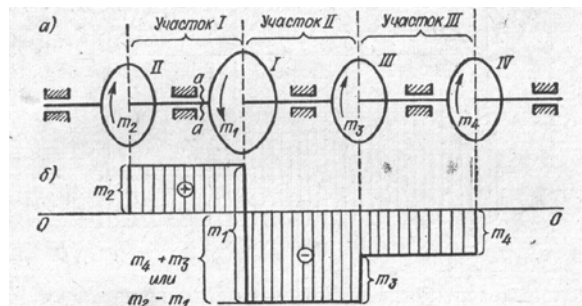
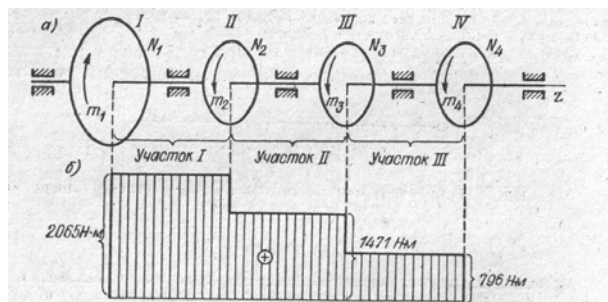

Рис. 10.
Рис. 11.
5. Какое расположение ведущего шкива более рационально: по схеме рис. 10, а или рис. 11, а?
А. Расположение ведущего шкива по рис. 10, а.
Б. Расположение ведущего шкива по рис. 11, а.